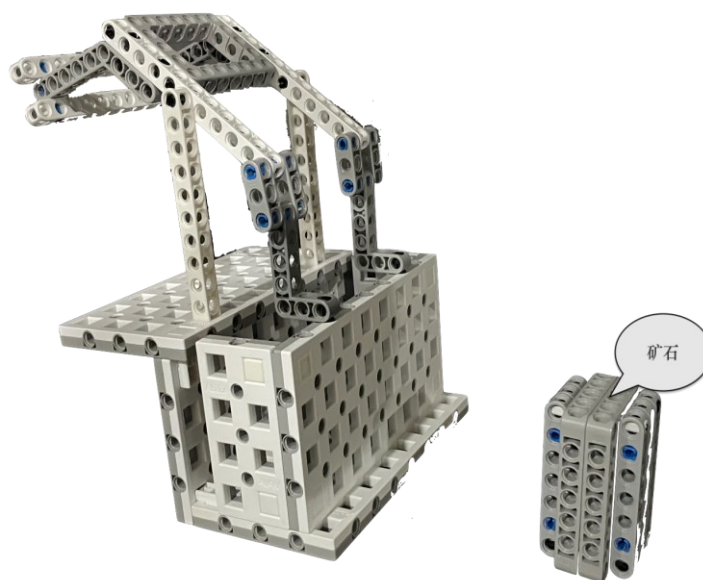

图 1-8-3：任务完成状态
1.8.2 上层机器人需按压压杆使挡板升起，下层机器人配合取出矿石并脱离模型为完成状态一得 30，把矿石带回基地为完成状态二加计 20 分。如图 1-8-3 所示。